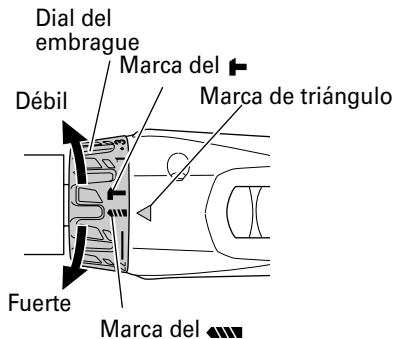

Fig. 9
6. Confirmar la posición del dial del embrague (Ver la Fig. 9).
(2) Indicación del par de apriete (Consulte la Fig. 9)
(3) Ajuste del par de apriete (Consulte la Fig. 9)
9. Cambio de rotación a impacto (Ver Fig. 9)